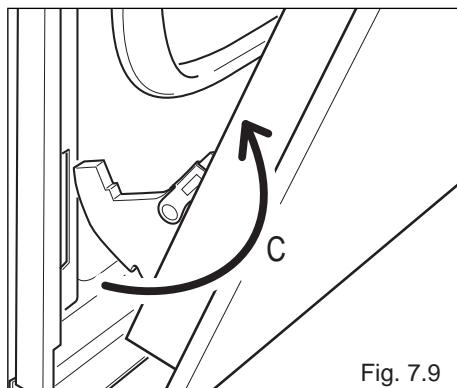

Fig. 7.9
- Retirez les crochets de charnière de leur emplacement en suivant la flèche "C" (fig. 7.9).